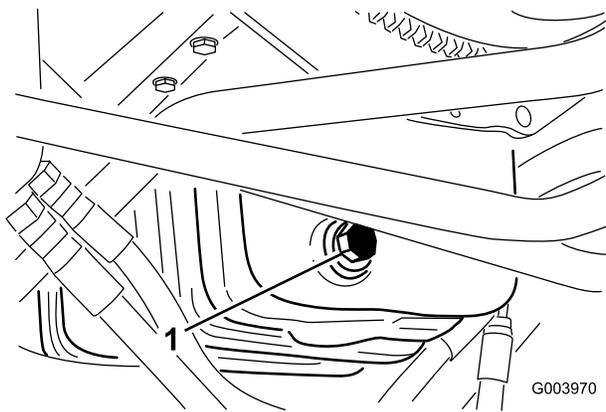

図 62
1. ドレンプラグ（図 62）を外してオイルを容器に受ける。